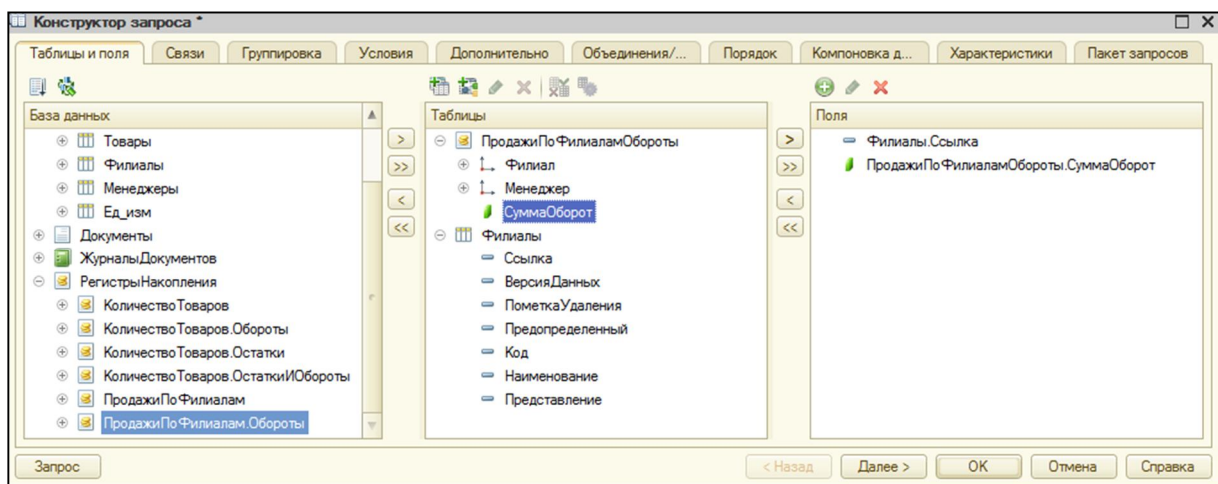

Рис. 62. Окно конструктора запроса «РаботаФилиалов»
- 2) в окне Конструктора запроса выбрать таблицы и поля (рис. 62):